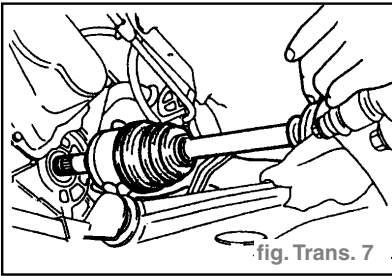

fig. Trans. 7
- Enfoncer le semi-arbre dans la boîte-pont. (fig. Trans. 7)